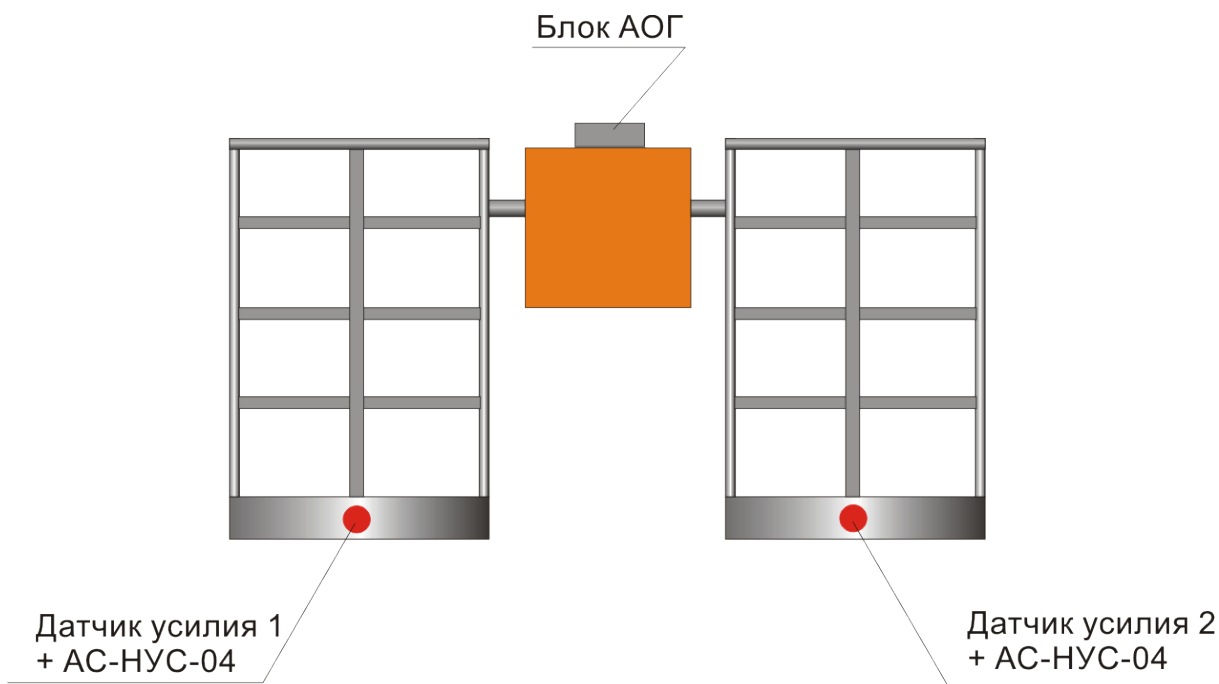

Рис. 3
6.5. Датчик веса, рис.2, представляет собой прибор, преобразующий величину веса груза в люльке в электрический сигнал. В данной модификации АОГ используется два датчика (по четыре тензопреобразователя и одному суммирующему преусилителю на комплект): один – измеряющий вес в правой люльке, а другой – вес в левой люльке подъемника АДМ, Рис.3.
7.1. Составные части системы АОГ размещаются и закрепляются на подъемнике на заранее подготовленных местах в соответствии со схемой размещения Рис.3.
7.2. Первичные тензопреобразователи прикрепляются к несущим лонжеронам, находящимся под полом каждой из люлек, Рис.3. Нормирующие/суммирующие преусилители располагаются между полом и фальшполом каждой из люлек и крепятся к полу винтами.